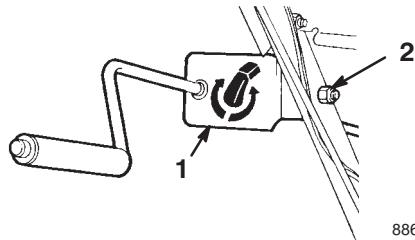

Figure 9
- Fixez le support et la tige d'orientation de l'éjecteur du côté gauche de l'ensemble mancheron à l'aide du boulon et du contre-écrou, comme illustré dans la Figure 9.
- Serrez le contre-écrou de fixation du support d'orientation de l'éjecteur (Fig. 9).